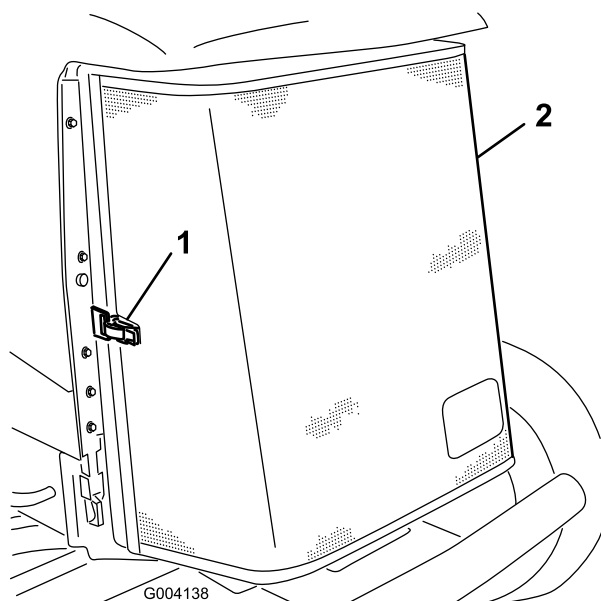

Figure 69
3. Déverrouillez l'attache et ouvrez la grille arrière (Figure 69).